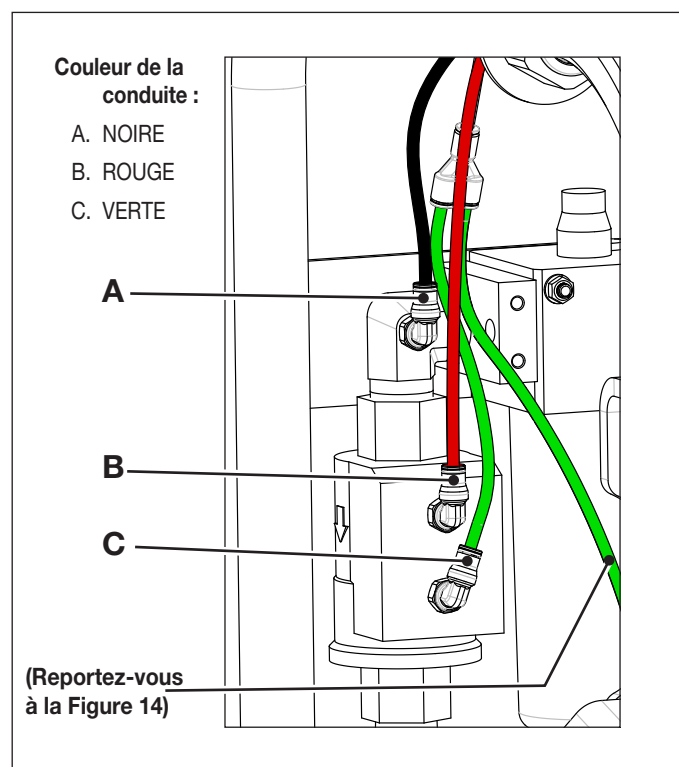
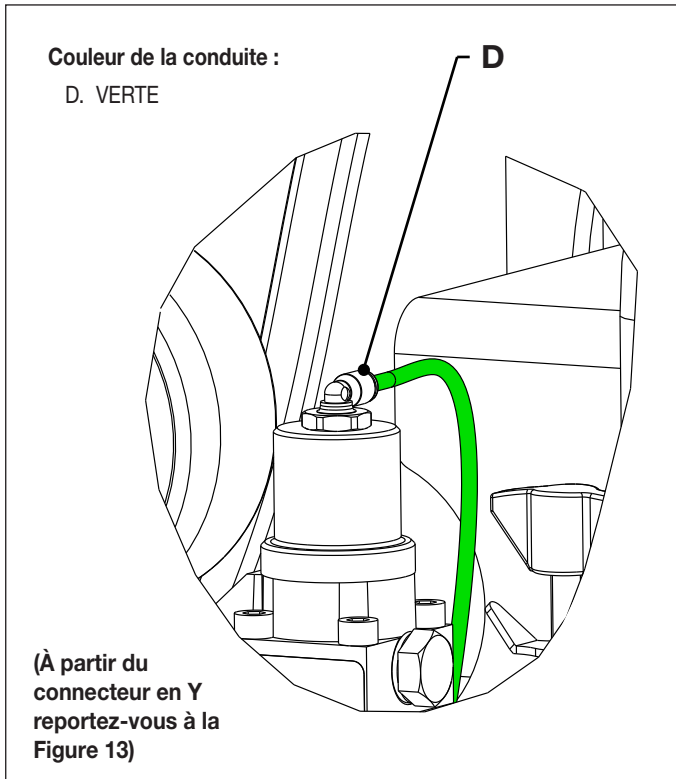

Figure 13 : Raccordement des conduites d'air - Distributeur logique pneumatique.
Figure 14 : Raccordement de la conduite d'air - Distributeur hydraulique
3. Débranchez les conduites d'air de la pompe aux emplacements A, B, C et D comme indiqué sur la Figure 13 et la Figure 14.
23. Rebranchez les conduites d'air de la pompe aux emplacements A, B, C et D. Reportez-vous à la Figure 13 et à la Figure 14.